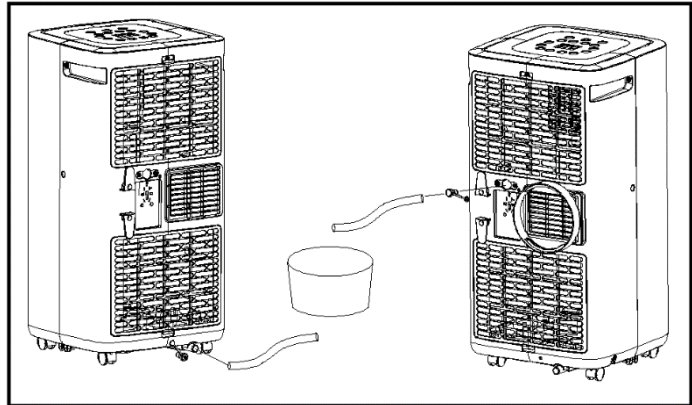

Fig.4
- Drenaje continuo (solo en modo deshumidificación): retire el tope de goma en la parte inferior de la unidad y conecte una manguera de drenaje a la abertura. Dejar que el agua se filtre en un recipiente (fig.4).